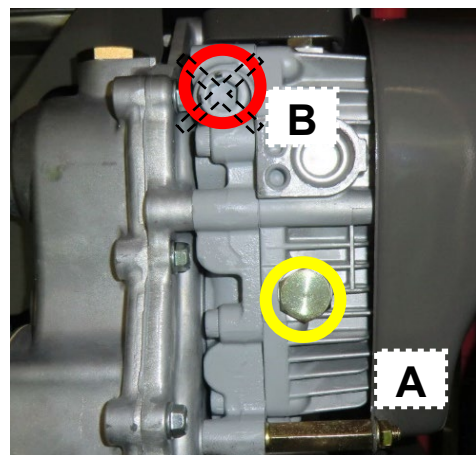

Figura 14
1. Ubique un recipiente adecuado debajo de la unidad HST para recoger el aceite y luego retire el tapón de vaciado del aceite (A Figura 14).
Nunca afloje el perno (B Figura 14). Esto podría tener consecuencias en la conducción de la máquina. Hacer esto está considerado como un uso indebido, y el daño que podría causar no está cubierto por la Garantía.